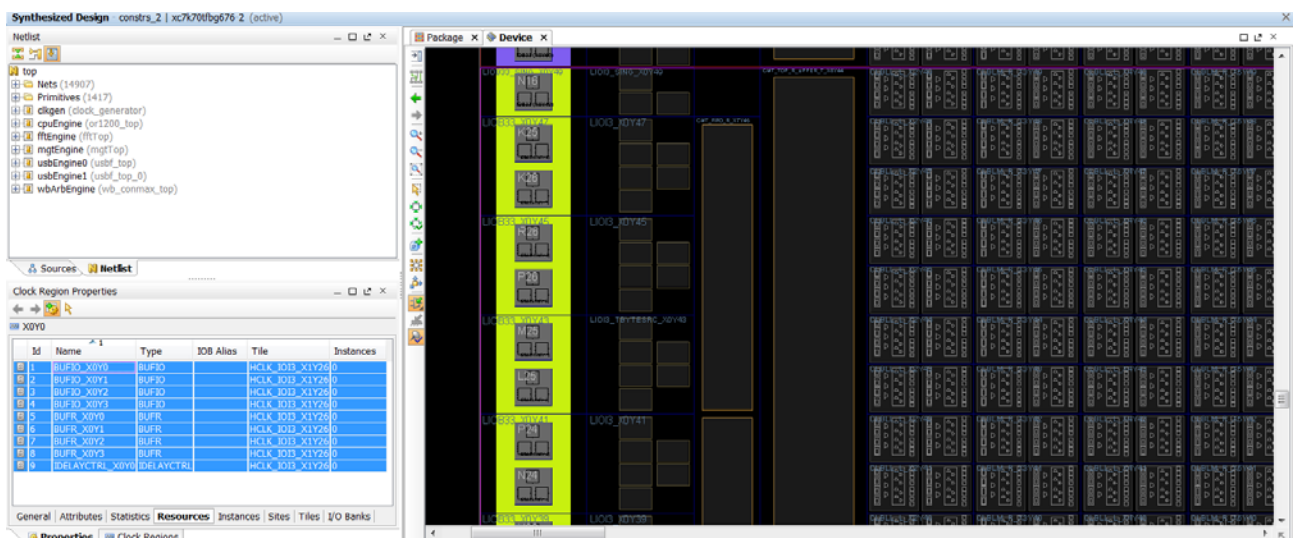

図 3-4 : [Clock Region Properties] ビューの [Resources] タブ
- [Resources] タブをクリックして、ロジックを割り当てるデバイス クロック リソースを見つけます (図 3-4)。